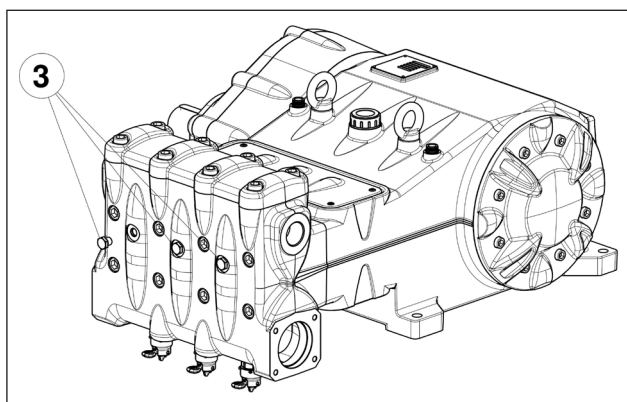

Fig. 11
En caso de anomalías de cebado por alimentación insuficiente, es posible desmontar los tres tapones frontales del cabezal (excepto en la versión MK40) como se indica en la pos. ③ Fig. 11.